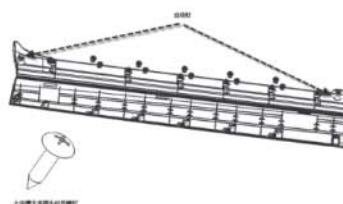

图 6-2-1 左前门裙板装饰板示意图
- (1) 用十字螺丝刀将前后门裙板两端处 2 个自攻螺钉拆卸掉；如图 6-2-1、6-2-2 所示；
- (2) 沿 Y 向用手往外掰，即可将裙板拆下。